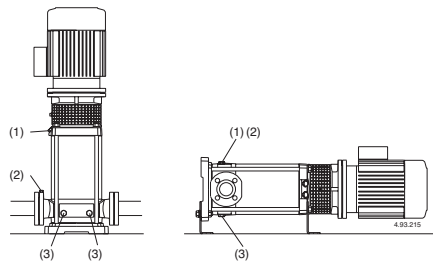

Fig. 4 (1) Llenado y purga
Con la **bomba por encima del nivel de agua** a elevar, (funcionamiento en aspiración, (**Fig. 3A**), o con una carga insuficiente, (inferior a 1 m) para abrir la válvula de retención, llenar el tubo de aspiración y la bomba a través del orificio (1) (**fig. 4**).
(2) Purga aspiración
(3) vaciado
Con el **nivel de agua en aspiración por encima de la bomba**, (funcionamiento bajo carga, **fig. 3B**), llenar la bomba abriendo lentamente y completamente la compuerta del tubo de llegada teniendo la compuerta de la impulsión abierta y también los agujeros de purga (1), (2) (**fig. 4**) para hacer salir el aire.
Cerrar los agujeros de purga (1), (2) (**fig. 4**), para MXV-B, MXV(L) 25-32-40 und MXV(L)4 25-32-40 Atornillar los tornillos tipo pasador (17.17) del tapón de vaciado (14.12) (**fig. 4b**), y cierre el orificio de purga (14.04).
aspiración (fig. 4).
Posiblemente, como el caso de empleos temporales con líquidos sucios, hacer funcionar brevemente la bomba con agua limpia para remover los depósitos. O bien, después del vaciado proseguir con un lavado metiendo agua (al menos 40 litros) en el agujero de llenado (1) lado impulsión y dejándola salir por el agujero de vaciado (3) lado aspiración (fig.4).
Antes del desmontaje cerrar la compuerta de aspiración, y la de impulsión, y vaciar el cuerpo de la bomba (fig. 4).